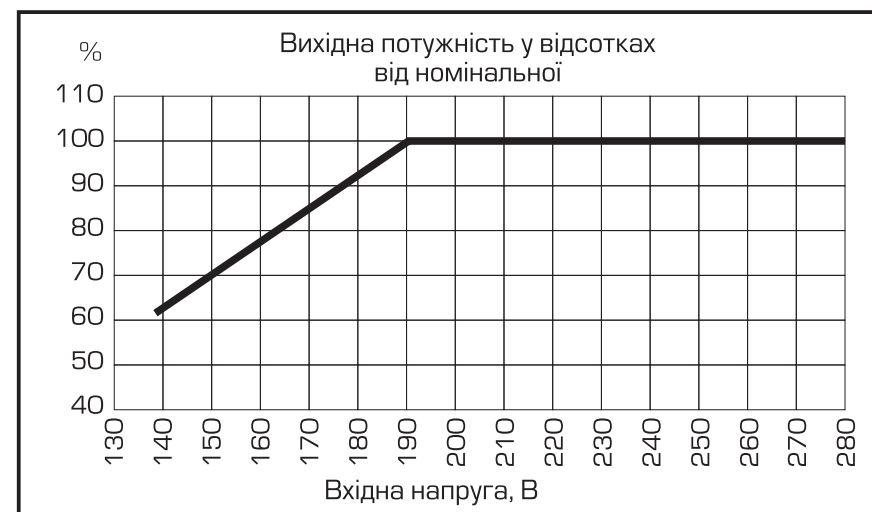

рис. 1
* Розрахунок потужності виконано для роботи стабілізатора при вхідній напрузі від 190 В. Якщо напруга нижче 190 В, необхідно врахувати поправку згідно рис. 1.